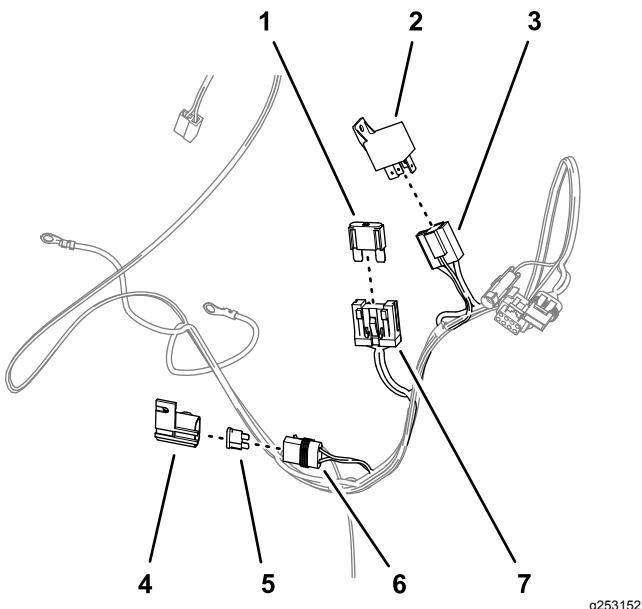

Рисунок 5
1. Вставьте предохранитель Maxi (60 A) в большой держатель предохранителей на два гнезда в жгуте проводов питания (Рисунок 5).
2. Снимите крышку с держателя миниатюрного предохранителя (Рисунок 5).
3. Вставьте предохранитель (10 A) в держатель миниатюрного предохранителя и установите крышку на место (Рисунок 5).
4. Вставьте электромагнит в разъем на 4 гнезда (Рисунок 5).